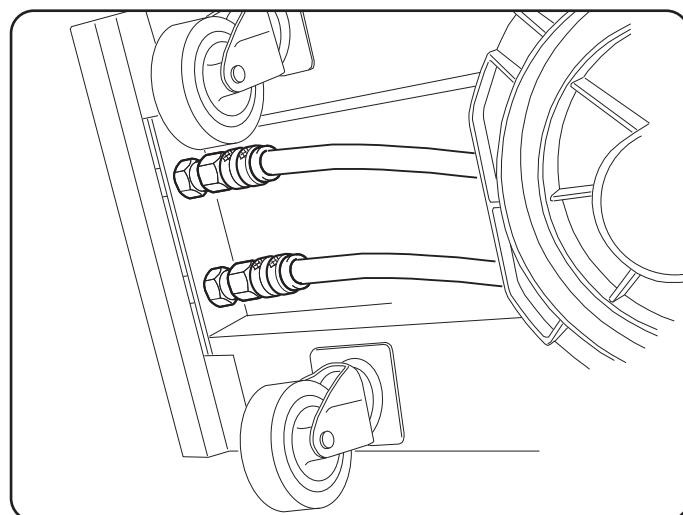

Fig. 6
- ◆ Conectar los tubos del líquido refrigerante a los empalmes de acoplamiento rápido colocados bajo el fondo del carro arrastrahilo (ver Fig. 6), poniendo los colores así como están en la parte anterior del carro.